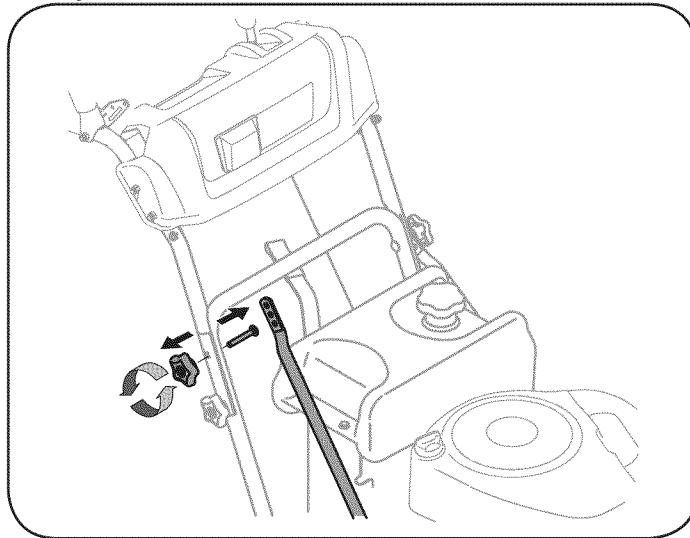

Figura 21
1. Extraiga la perilla en estrella superior y el tornillo del carro que están del lado derecho y del lado izquierdo de la manija. Vea la Figura 21.